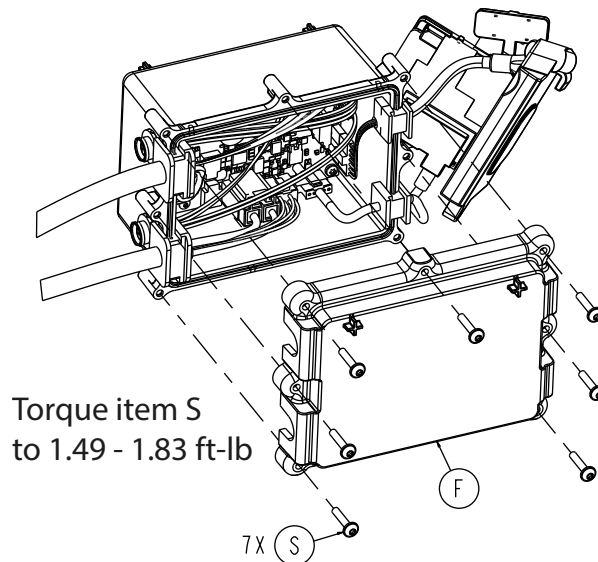

Figure 104 – Retirer les vis du couvercle supérieur HBC
27. À l'aide d'une clé Torx T20, retirer les sept vis de taraudage à tête ronde à embase (S) qui fixent le couvercle supérieur (F) à l'ensemble de boîtier HBC (Figure 104). Retirer et conserver la housse supérieure. Conserver les vis.